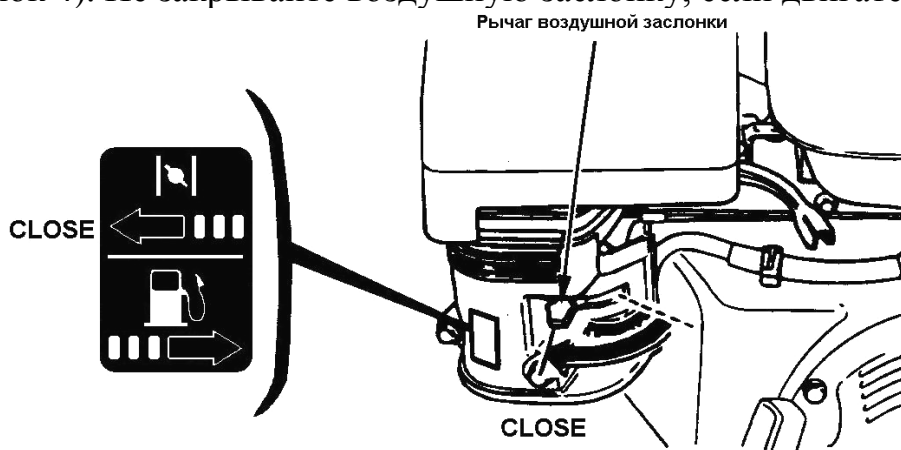

Рисунок 4 – Рычаг воздушной заслонки в положении "CLOSE" ("Закрето")
- поверните рычаг воздушной заслонки в положение "CLOSE" ("Закрето") (рисунок 4). Не закрывайте воздушную заслонку, если двигатель горячий.